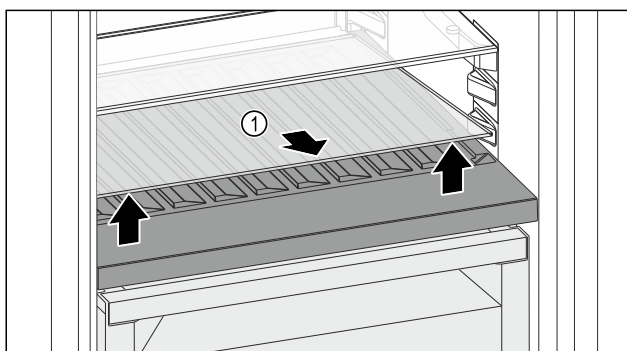

Fig. 122
- ▶ Приподнимите стеклянную пластину Fig. 122 (1) за выемку спереди и извлеките.
- ▶ Уложите стеклянную пластину Fig. 122 (1) на хранение вне устройства.
- ▶ Установите стеклянную пластину (2) под сменной полкой для хранения бутылок.